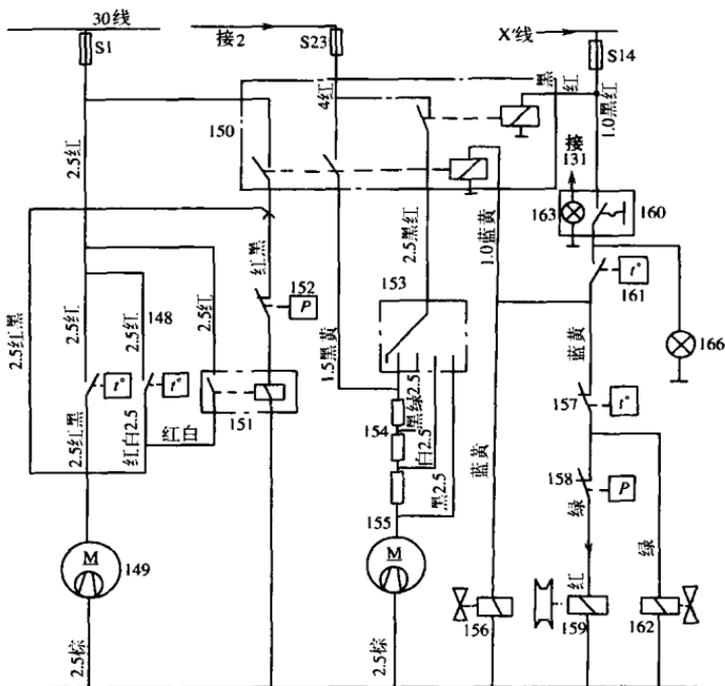

图 1-3 上海桑塔纳 2000GLS(化油器式发动机)空调电路原理简图
⑥ 导线一般标注有颜色和规格代码,有的车型还标注有该导线所属电器系统的代码。根据以上标注,易于对照定位图找到该电器或导线在车上的位置。
在电路原理图中,如果不标注出上述第④点中的各代码,则称为电路原理简图。图 1-3 为桑塔纳 GLS 空调电路原理简图,这类图仅用于说明工作原理。